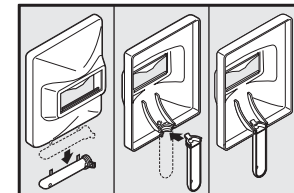

Figure 4
1. Éloigner la poignée amovible du masque (WF2050, WF2054 & WF2058 seulement; le modèle WF2057 est fourni avec un casque complètement assemblé. Couper l'excès de plastique pour enlever les bords tranchants (Voir la figure 4).
2. Pour fixer le manche, placer le masque à main sur une surface nivelée et appuyer sur le manche jusqu'à ce qu'il soit en place. (Voir Figure 4).